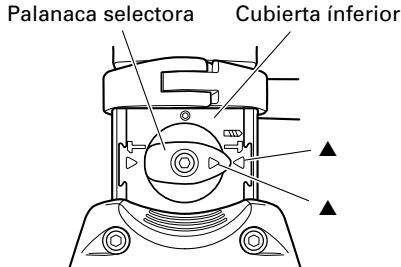

Fig. 6
- (1) Cambio a "rotación + martilleo"
- (b) Alinee ▲ de la palanca selectora con ▲ del lado  de la cubierta inferior, como se muestra en la Fig. 6.